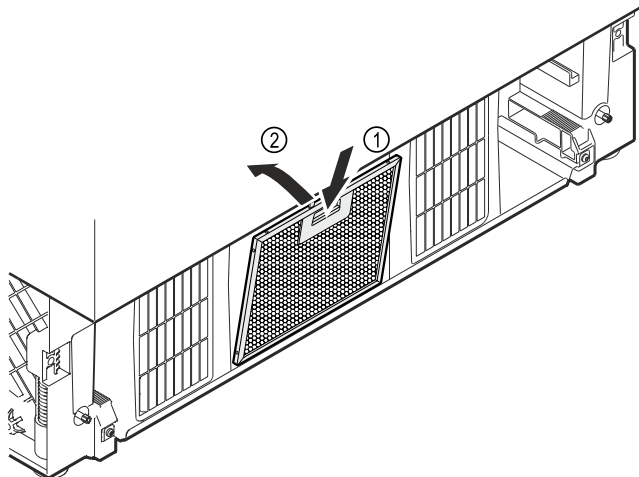

Fig. 24 Beispielhafte Darstellung
- Taste am Staubfilter nach unten drücken Fig. 24 (1) und dabei gleichzeitig Staubfilter nach hinten kippen und einsetzen Fig. 24 (2).